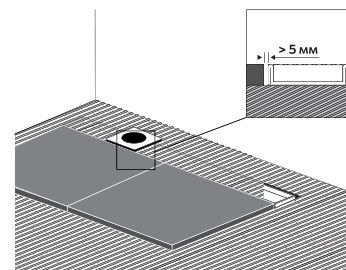

Рис. 9 / Сур-9
9. Укладывайте плитку на расстоянии не менее 5 мм от трапа. Обеспечьте угол уклона пола к трапу не менее 3% (рис. 9).